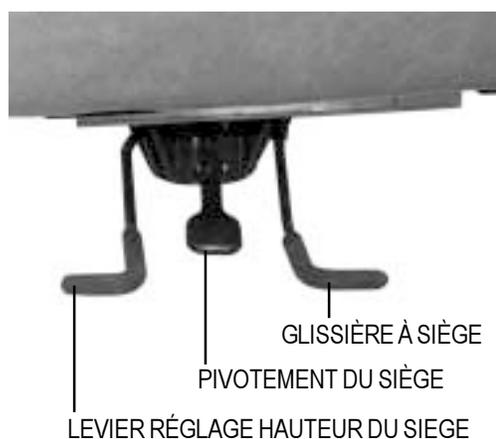

FIGURE 15. REGLAGES DU SIEGE
1. Pour élever le siège, soulevez la manette de réglage alors que vous enlevez votre poids du siège. Voir la figure 15.
1. Pesez sur le levier pour débloquer le siège. Voir la figure 15.